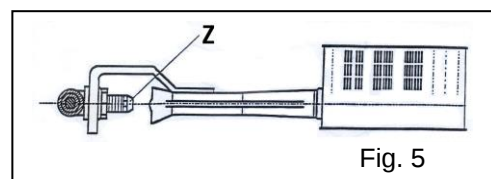

Fig. 5
5.1.2 Bruciatore principale tuttapietra (Fig. 5)